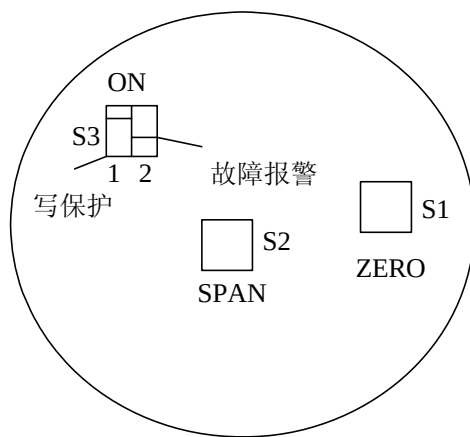

图 7-5 面板上的按键位置
1) 利用面板上的按键调整量程（见图 7-5）
用户可根据需要，在电子部件板面上选择拨码位置实现故障报警方式和写保护。（见图 7-5）